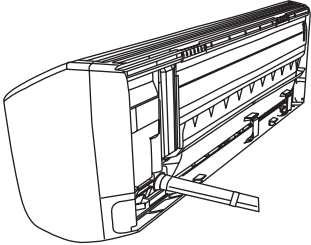

图21
- （1）当要把铜管从后面引出时，将铜管、排水管和连接电缆一起用附件 ⑫ 胶带绷紧。（图21）